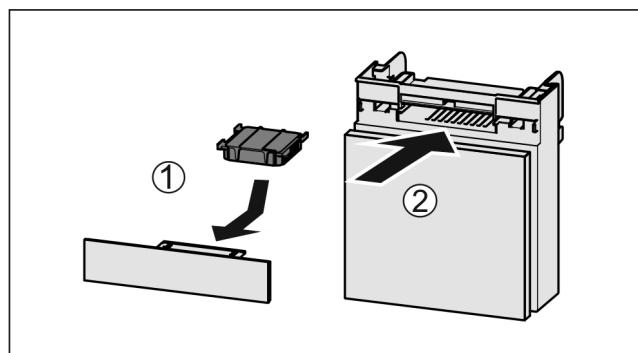

Fig. 58
- Установите фильтр с активированным углем, как показано на рисунке Fig. 58 (1).
- Вставьте отделение Fig. 58 (2).